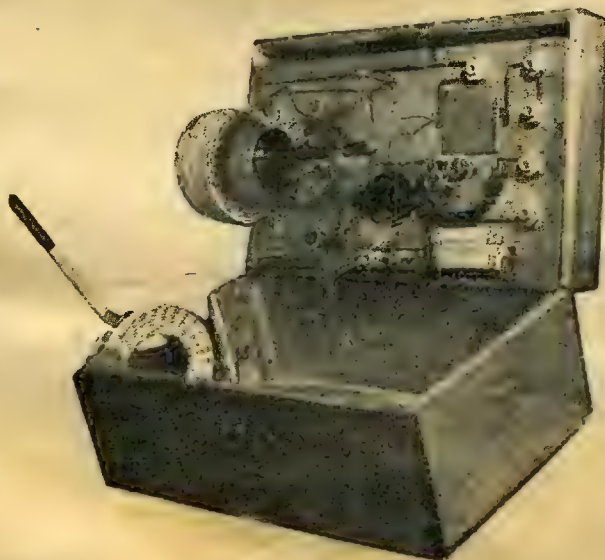

Рис. 9. Внутренний вид приемника.
Весь приемник монтируется на той же доске, как указано в „РЛ“ № 1. Рис. 2 дает монтажную схему этой доски. Она служит крышкой ящика со стойками (а) по углам, поддерживающими крышку (рис. 3). Только катушка L_2 монтируется на боковой стенке ящика, как это показано на фотографии на обложке этого журнала и на рис. 9.
Для большей связи между катушками, стенку приемника можно выпилить по размерам катушки (рис. 9).
2) В тех случаях, когда местной мощной радиостанции не существует, ее можно заменить собственным источником колебаний. Таким источником колебаний может служить волномер с пинчиком, схема которого представлена на рис. 9. Точкою „ λ “ волномер присоединяется к антенной клемме приемника. Клемма земли приемника присоединяется, как обычно, к земле. В остальном нейтрализация происходит, как было только что описано; ра пинца будет заключаться лишь в том, что при работе с волномером, волномер должен быть настроен на длину волны, при которой должна быть получена нейтрализация, и в том, что вместо исчезновения звуков передачи местной станции нужно добиваться исчезновения звуков пинчика.